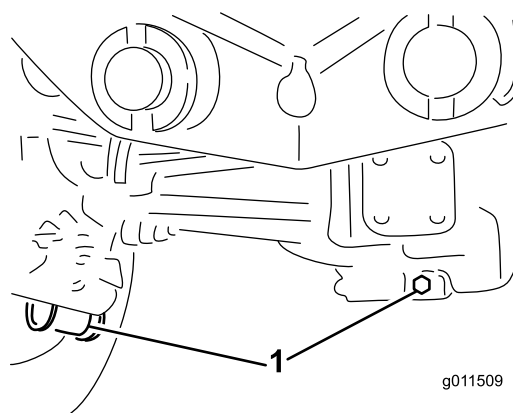

Bild 107
- Reinigen Sie den Bereich um die drei Ablassschrauben, d. h. jeweils eine an beiden Enden und eine in der Mitte (Bild 107).